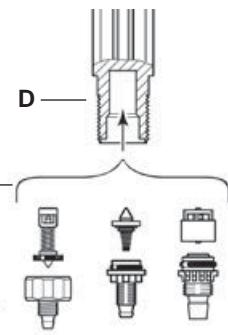

Fig. 17
- Tirare verso il basso per rimuovere l'insieme della valvola di aspirazione (Fig. 17).
- Sciacquare abbondantemente con acqua pulita le varie parti e rimontarle (Fig. 17).
- Rimettere la valvola (Fig. 17-P) nel corpo dosatore (Fig. 17-D), spingerlo in arresto.